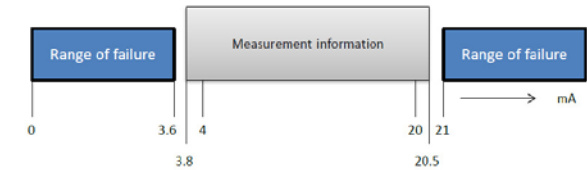

图 24 NAMUR NE-43 诊断故障范围
使用电流表测量输出电流。接通电源时，输出在至少— (1) 秒内升到 4.00 mA，然后输出到测量液位和警报条件输出。如果没有出现上述现象，变送器可能供电不足或者主要电子装置损坏。大约 21 mA 的过多电流还可能是电源不当或电子装置损坏的表现（参见图 24）。